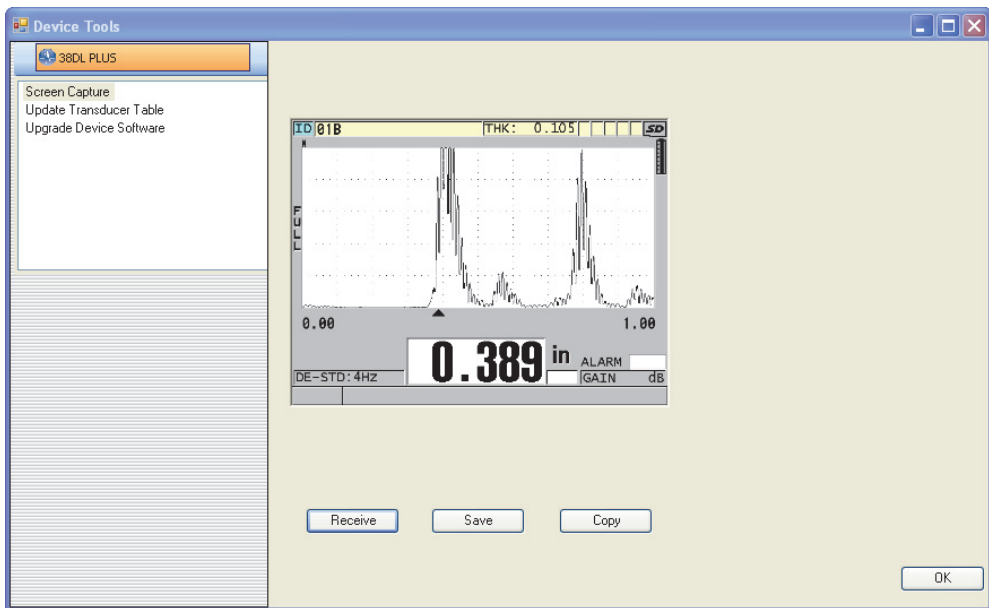

Figura 14-8 A caixa de diálogo Device Tools com uma captura de tela
- b) Na caixa de diálogo **Device Tools** (veja Figura 14-8 na página 275), selecione **Screen Capture**, e clique em **Receive**.